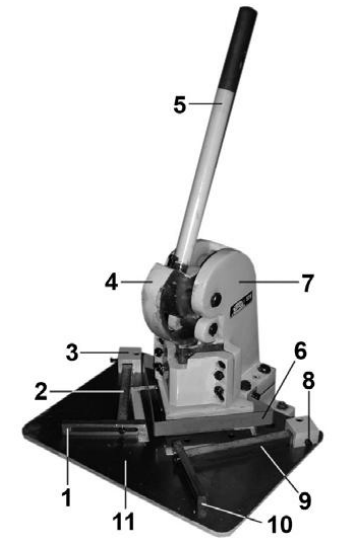

Рис. 2
6. УСТРОЙСТВО (Рис. 2.)
7. СБОРКА (Рис. 2)
8.1. Установите и надёжно закрепите ножницы через 4 отверстия (13) станины (15) на ровной поверхности верстака (рабочего стола), (Рис. 2, 4). Для крепления ножниц к верстаку используйте резьбовое соединение.
9. ПОРЯДОК РАБОТЫ (Рис. 2, 3)
10.2. Снятие, регулировка, установка ножей (Рис. 2 - 6)
10.3. Регулировка плавности хода (Рис. 2 - 6)